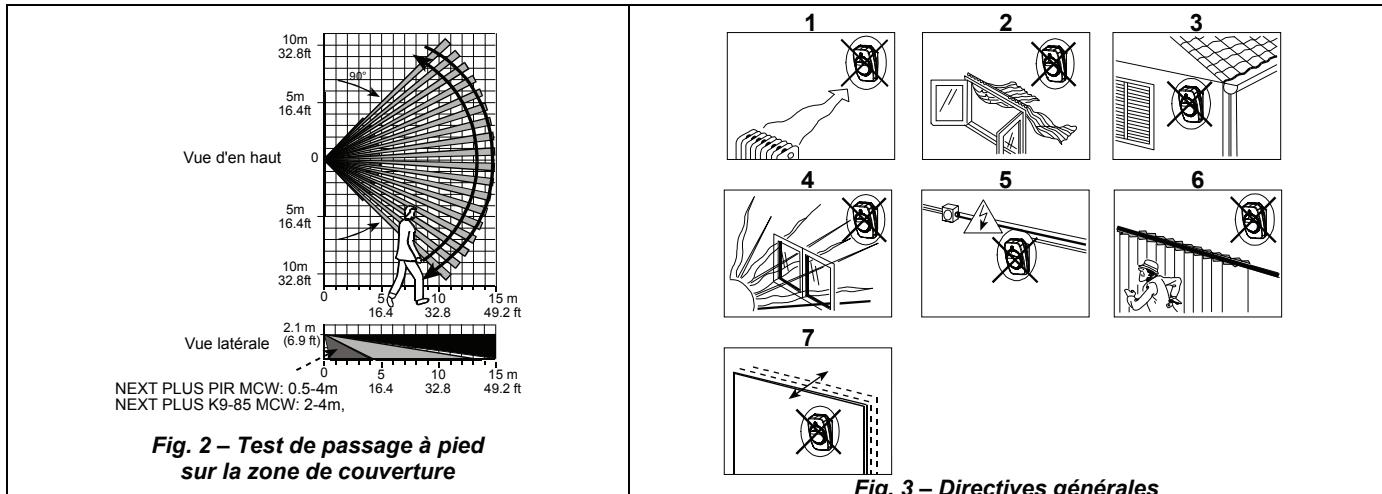

Fig. 2 – Test de passage à pied sur la zone de couverture
6. Test de passage à pied dans la zone de couverture – cf. fig. 2.